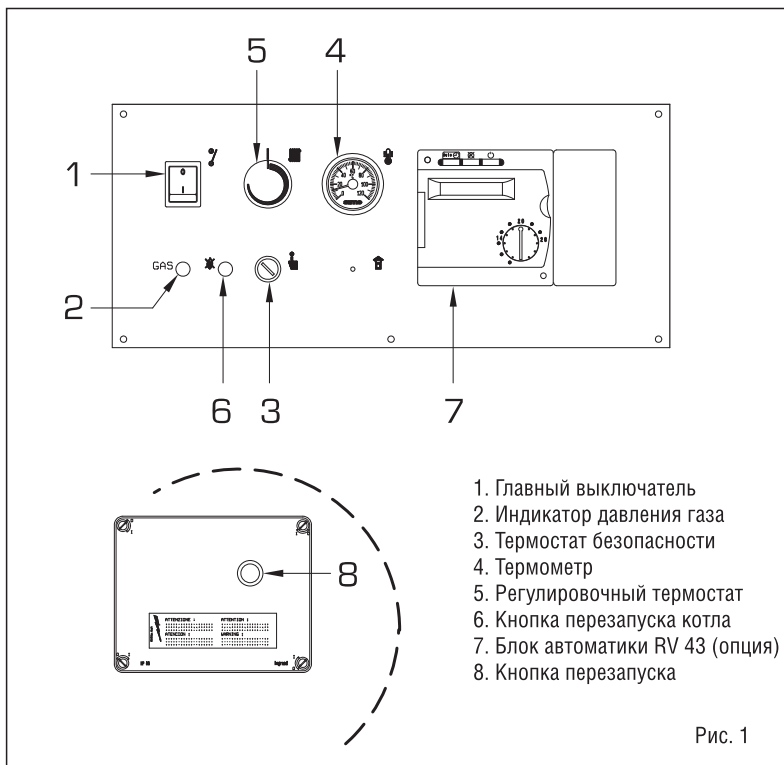
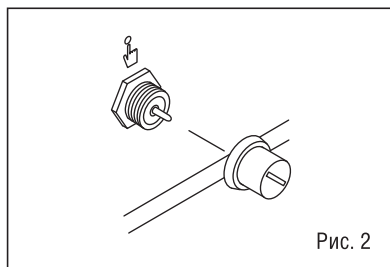

Рис. 1
Рис. 2
**ЗАПУСК КОТЛА (Рис.1)**
**РЕГУЛИРОВКА ТЕМПЕРАТУРЫ ОТОПЛЕНИЯ (Рис.1)**
**Термостат безопасности.** Термостат безопасности ручного управления (3, рис. 1) срабатывает немедленно, выключая горелку, когда температура достигает свыше 95°C. Чтобы запустить котел повторно, отвинтите черный колпачок и нажмите кнопку (рис. 2), но только после того как температура снизится.